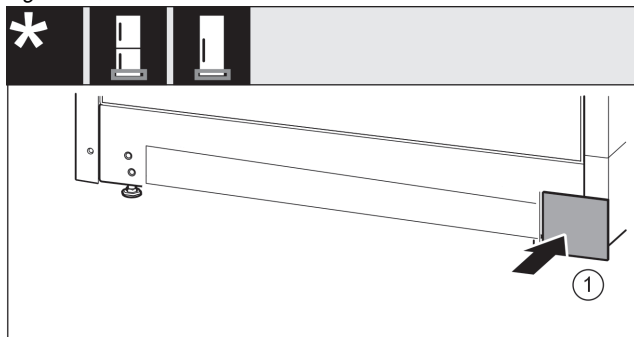

Fig. 19
- ▶ Снова установите крышку с другой стороны. Fig. 19 (1)